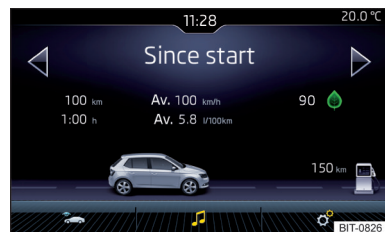

Fig. 191
► Presionar la tecla **CAR**, se visualiza en el menú principal con las siguientes superficies funcionales » fig. 191.